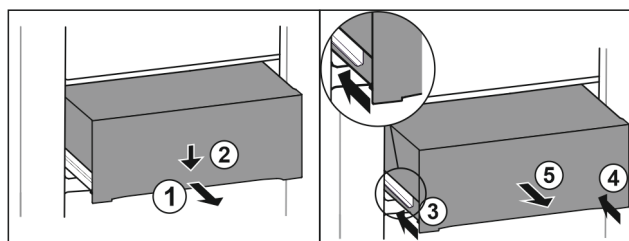

Fig. 70
- ▶ Extrageți pe jumătate sertarul. Fig. 70 (1)
- ▶ Apăsați în jos sertarul pe partea frontală. Fig. 70 (2)
- ▶ Inșerați șina stângă aproximativ 2 cm. Fig. 70 (3)
- ▶ Inșerați șina dreaptă aproximativ 2 cm. Fig. 70 (4)
- ▶ Extrageți sertarul spre înainte. Fig. 70 (5)